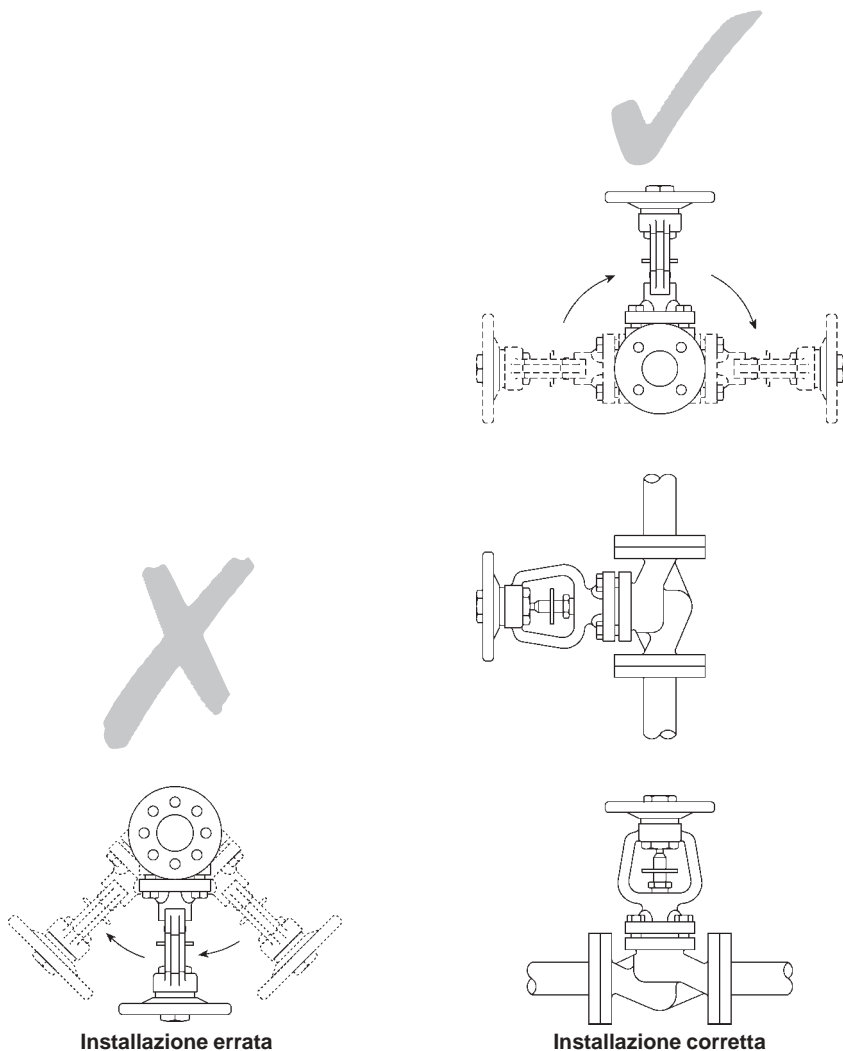

Fig. 7
3.3 Installare la valvola rispettando la direzione del flusso indicata sul corpo. La posizione da preferire è con lo stelo verticale e posto superiormente al corpo valvola. Sono comunque possibili posizioni intermedie tra il verticale e l'orizzontale come indicato a fig.7.